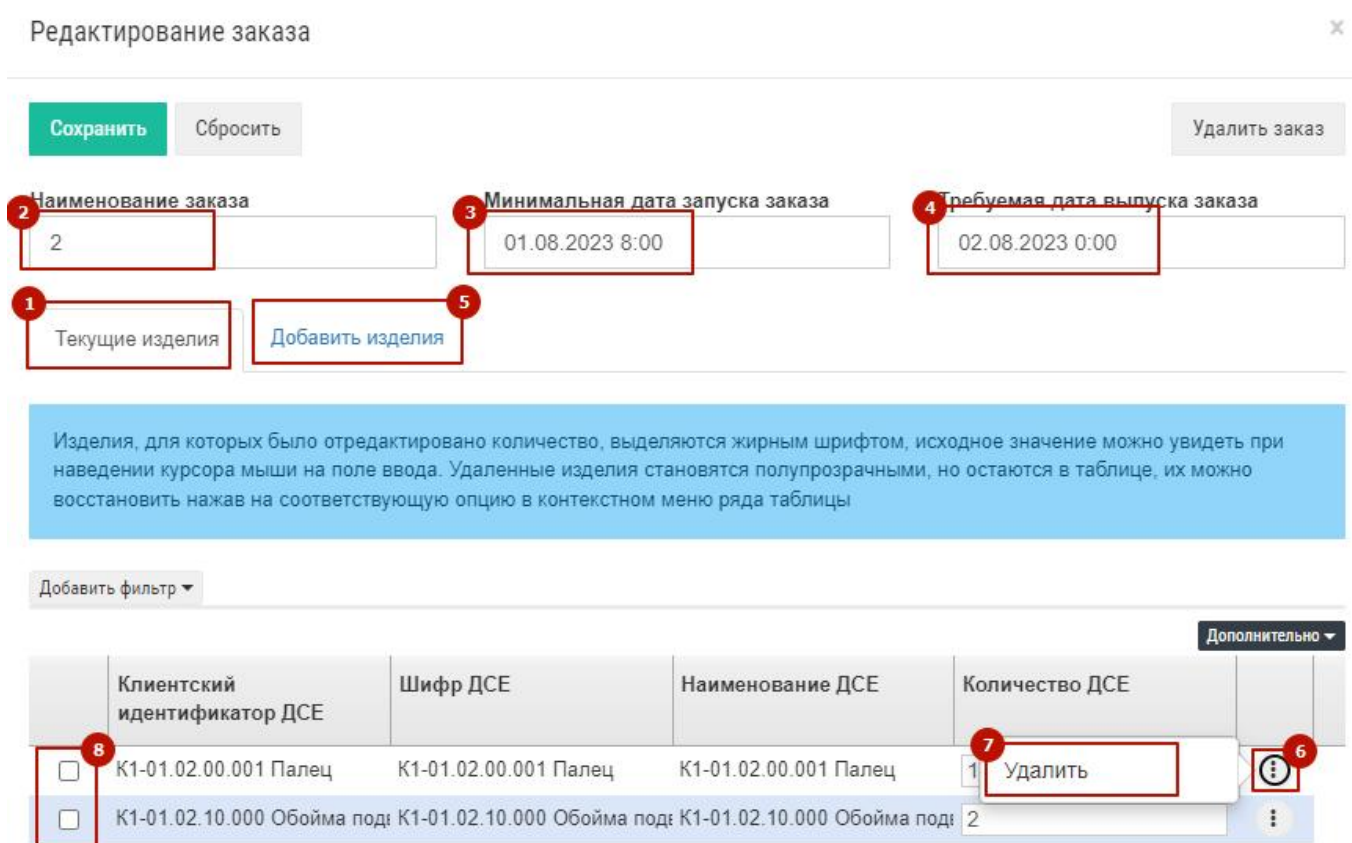

Рис. 36 – Экранная форма редактирования заказа
Функционал разбит на две вкладки: «Текущие изделия» и «Добавить изделия» (1 и 5 на Рис. 36). Функционал и внешний вид вкладки «Добавить изделия» аналогичен функционалу формы «Создать заказ» на Рис. 34.
- редактировать наименование заказа, даты запуска и выпуска (2, 3, 4 на Рис. 36);
- удалить изделие из заказа (6 + 7 на Рис. 36);
- удалить несколько изделий из заказа, аналогично как на форме «Создание заказа» (8 на Рис. 36);
- удалить заказ (9 на Рис. 36);